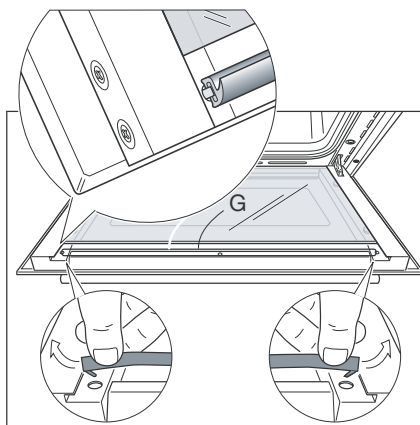

Figura 49d
- Rimuovere la tenuta "G" sganciando i due ganci di fissaggio. Assicurarsi che sia stata inserita in modo corretto. (Figura 49d).